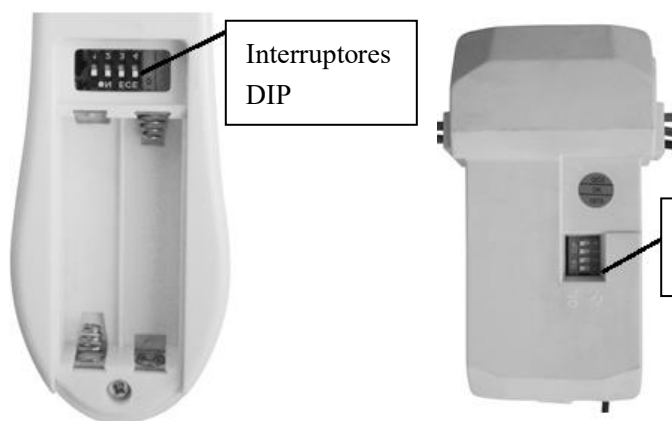

Fig. 8 Compartimiento de las pilas del mando a distancia
- El mando a distancia funciona con 2 pilas tamaño AAA de 1,5 V. Retire la tapa del compartimiento de las pilas ubicada en la parte posterior del mando de distancia e inserte 2 pilas de tipo AAA. Asegúrese de que el sentido de la polaridad sea el indicado en el compartimiento de la batería. **Fig. 8** (Pilas incluidas).